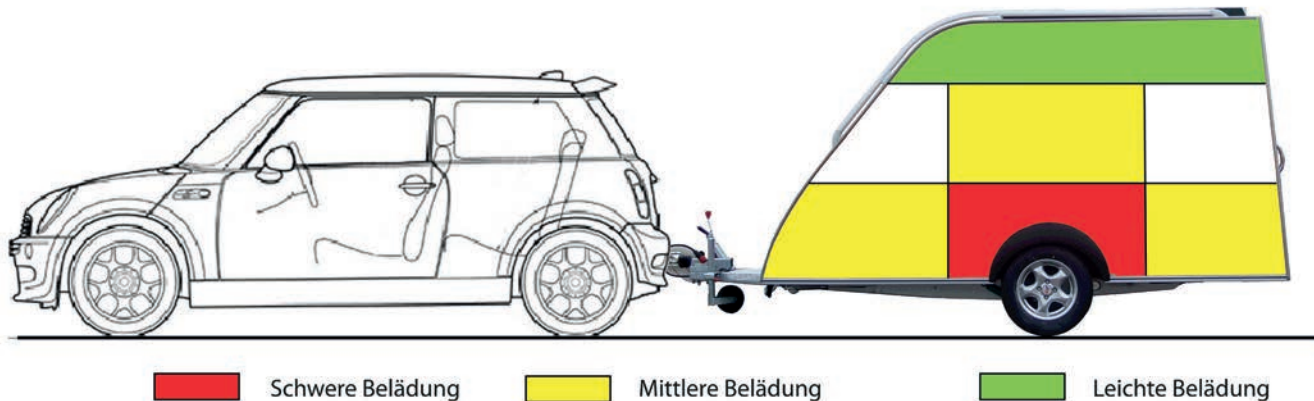

Abbildung 1.01
Der Fahrer eines Pkw mit Wohnwagen muss sowohl die linke als auch die rechte Seite des Wohnwagens sehen können (Abbildung 1.01). Dazu müssen in vielen Fällen zusätzliche Außenspiegel am Pkw angebracht werden.
- Platzieren Sie schwere Gegenstände möglichst über der Achse des Wohnwagens (Abb. 1.01).